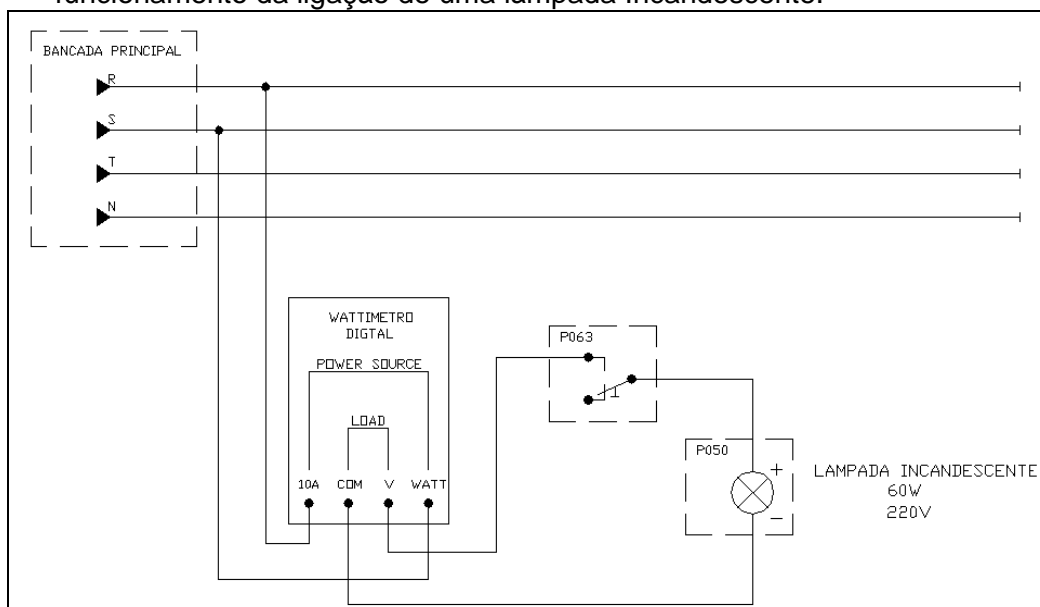

Figura 2 – Ligação de uma lâmpada fluorescente compacta.
4.3 Monte o circuito da **Figura 2**, meça a potência consumida e anote na **Tabela 1**, avalie o funcionamento da ligação de uma lâmpada Incandescente: